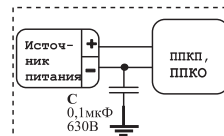

Рисунок 3
**ВНИМАНИЕ!!! В ЦЕЛЯХ ПОВЫШЕНИЯ ПОМЕХОУСТОЙЧИВОСТИ СИСТЕМЫ ПОЖАРНО-ОХРАННОЙ СИГНАЛИЗАЦИИ МИНУСОВОЙ ПРОВОД ИСТОЧНИКА ПИТАНИЯ ППК1 (ППК01) РЕКОМЕНДУЕТСЯ ЗАЗЕМЛЯТЬ ЧЕРЕЗ НЕПОЛЯРНЫЙ КОНДЕНСАТОР ЕМКОСТЬЮ 0,1–0,47 МКФ × 400 В (ИЛИ БОЛЕЕ). НАПРИМЕР: К73-17, 0,1 МКФ, 630 В (см. рисунок 3).**